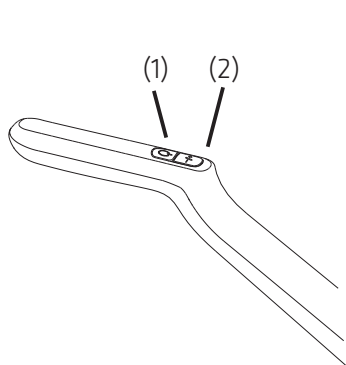

Fig.4-1a
Det er to knapper inkludert strømknappen (1) og skifteknappen (2) (se fig. 4-1a). Trykk ned strømknappen (1) for å starte sugemotoren og rullebørstemotoren.